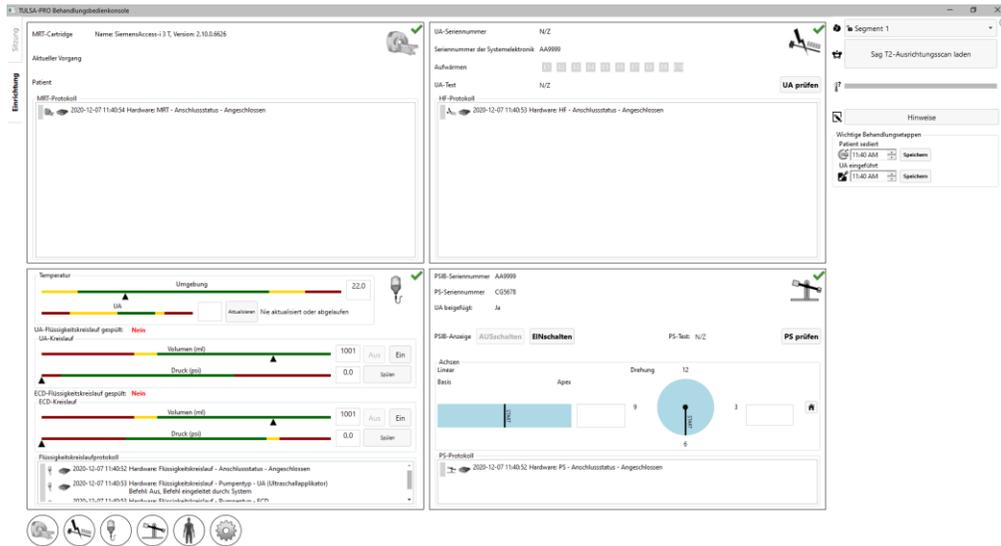
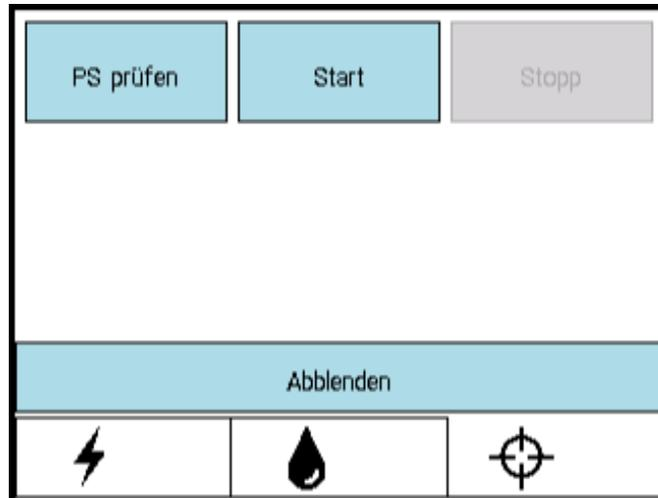
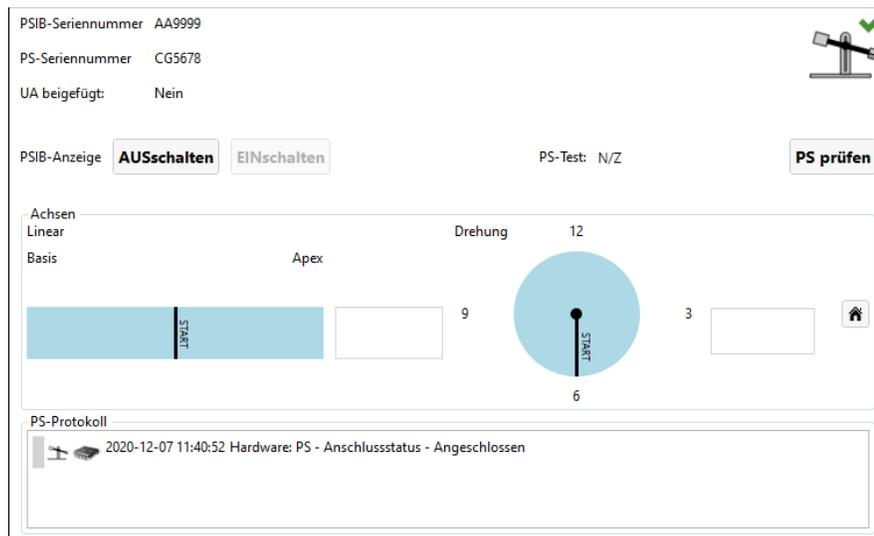

Abbildung 6: Arbeitsbereich „Einrichtung“ der TDC
Abbildung 20: PSIB-Anzeige – Registerkarte „PS“
Abbildung 21: PS-Informationsbox im Arbeitsbereich „Einrichtung“
2. Nach Auswahl von **Neue Sitzung** gelangen Sie in den Arbeitsbereich **Einrichtung** (Abbildung 6), in dem Sie vor dem Fortfahren kontrollieren können, ob alle Geräte ordnungsgemäß funktionieren.
Klicken Sie in der PSIB-Anzeige auf **PS prüfen** (*Abbildung 20*). (Dies kann auch über den Arbeitsbereich TDC *Einrichtung* (*Abbildung 6*) in der PS-Informationsbox im rechten unteren Quadranten erfolgen *Abbildung 21*.)